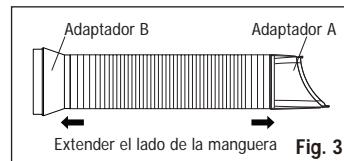

Fig. 3
1. Extender cualquier lado de la manguera (Fig. 3).